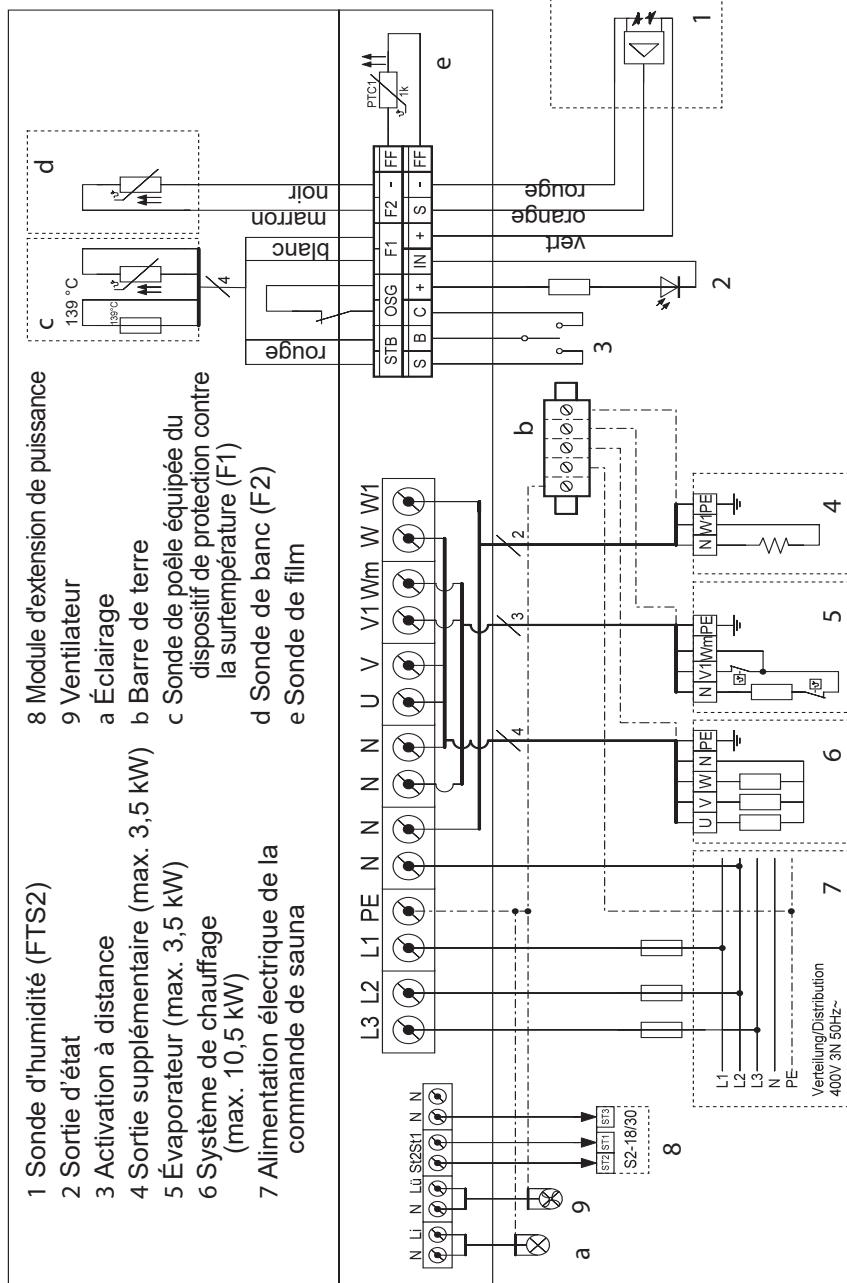

Fig.10 Schéma de raccordement
- Respectez le schéma de raccordement (**Fig.10**), page **28**.